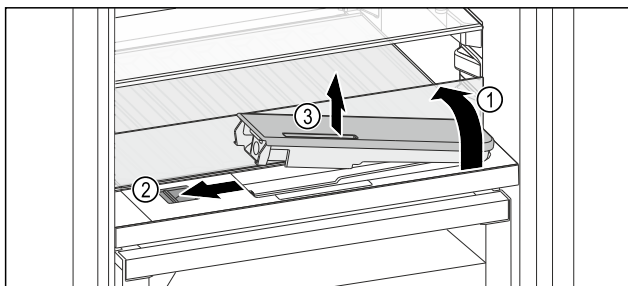

Fig. 194
- ▶ Поднять стеклянную панель и откинуть до упора назад Fig. 194 (1).
- ▶ Сдвиньте ползунок Fig. 194 (2) влево.
- ▶ Вынуть бак для воды Fig. 194 (3).